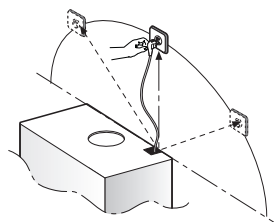

Fig.1A
- Nel caso in cui il vostro prodotto è fornito di una flangia di raccordo eseguire il montaggio indicato in Fig.1A. Prendere la flangia di raccordo **B** e montarla nella parte superiore del gruppo di aspirazione della cappa con le 2 viti **E** Fig.1A.